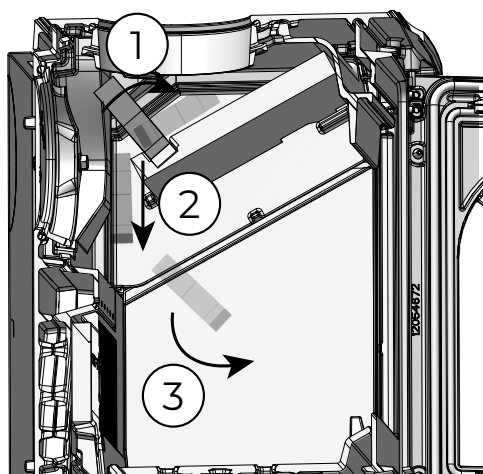

Abb. 7.4
2	Kippen Sie die obere Klappe (A) nach vorne und schieben Sie sie hinten heraus (Abb. 7.4)